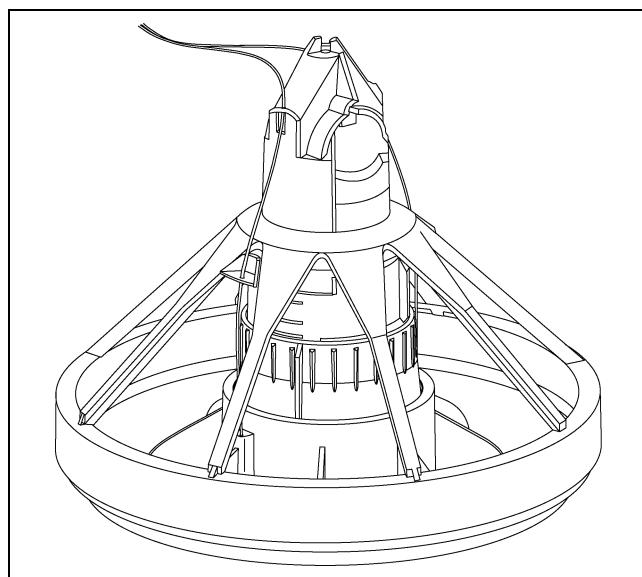

Рисунок 4J
9. Защелкните лоток на решетке для завершения сборки. Внешний вид лоткового питателя должен соответствовать указанному на Рисунок 4J.